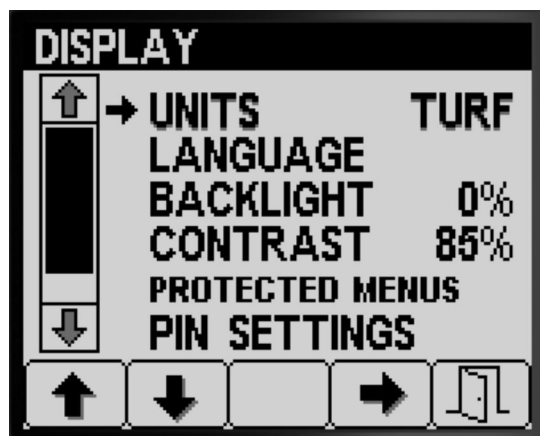

Bild 17
1. Drücken Sie Taste 1 oder 2, um auf die Option ME zu navigieren (Bild 17).
2. Drücken Sie die Taste 4, um zwischen ENGLISH, GRÜNFLÄCHE und „SI“ (metrisch) zu wechseln (Bild 17).
3. Drücken Sie Taste 5, um die Einstellung zu speichern, den Bildschirm ME zu beenden und auf den Einstellungen-Bildschirm zu gehen (Bild 17).